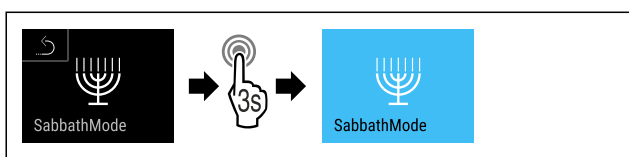

Fig. 12
- ▶ Eseguire i passaggi (vedere Fig. 12).